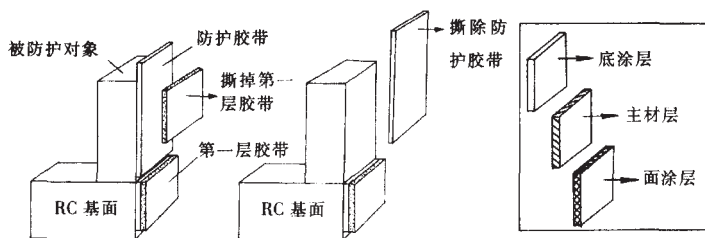

图3 防护胶带撕除顺序
(5) 勾缝:根据设计图,在墙面上弹出分格缝墨线,用纸胶带遮盖分格线内区域。同一面墙上拉通线弹直,并用经纬仪监控。
(6) 勾缝拆除处理:主材喷涂完成后,沿缝小心将胶带撕下,注意不要破坏缝的完整。撕胶带时每隔1.5~2.0 m为一段,以免因胶带过长涂料过重失控而破坏缝或涂膜面。胶带撕除顺序见图3。
(7) 主材喷涂:使用1号、3号喷枪,